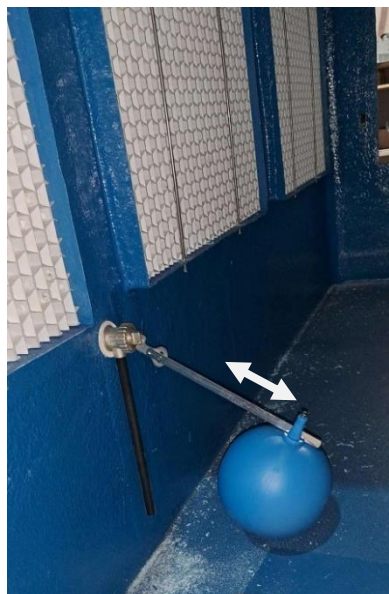

Fig. 32
- b) Réglage de la vanne à flotteur : Pour régler la position de la vanne à flotteur, relâcher la vis de la valve et déplacer celle-ci jusqu'à la position désirée comme indiqué sur la Figure 32.
- a) Vérifier la consommation du moteur : Ouvrir la boîte à bornes du moteur en enlevant les quatre vis du couvercle. À l'aide d'un multimètre, vérifier la tension et l'intensité de chacune des prises (Fig.32). Les lectures doivent être dans les valeurs adéquates pour chaque moteur.